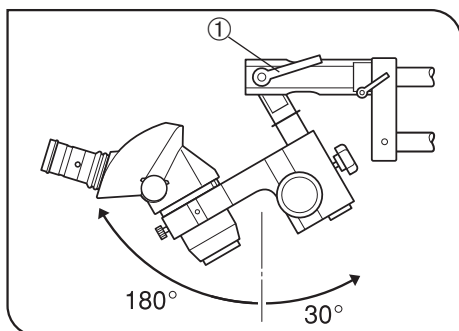

Fig. 19
4. För att luta mikroskopet framåt eller bakåt, lossar man klämspaken ① för lutning. (Fig. 19)